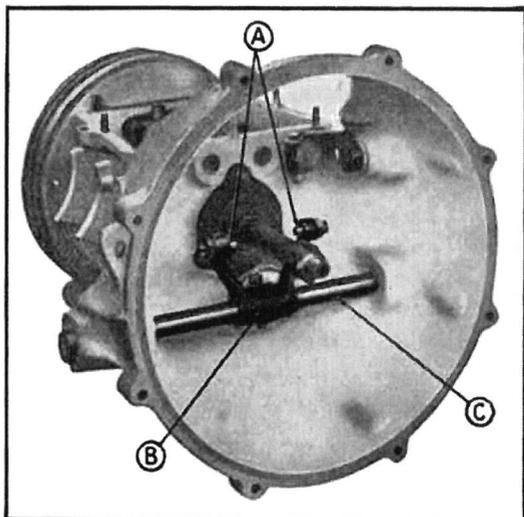

Fig. 115. — Commande du débrayage.
4—Pour les réparations n°s 100 et 102 : Débloquer les contre-écrous des touches (A) de la fourchette (B) de débrayage (fig. 115) et dévisser les touches à l'aide d'un tournevis coudé.